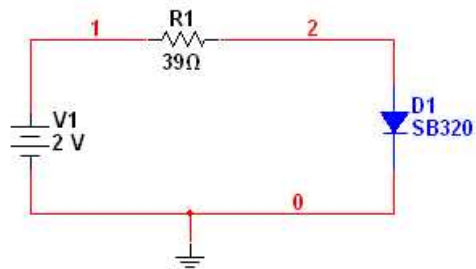

Рис. 27. Схема для задачи пункта 7
7. Определить режим работы (рис.27), при  $E = 2\text{В}$ ,  $R1 = 39\text{В}$ . Найти сопротивление постоянному току и дифференциальное сопротивление диода.